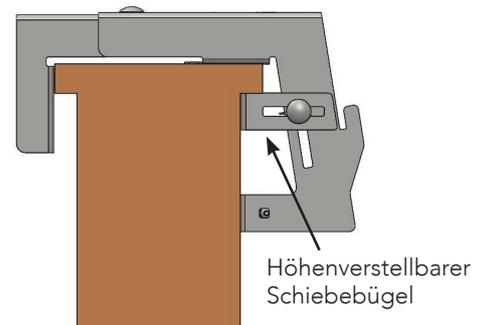

Abb. 8: Montage an Balkon mit Sims
Wenn sie einen Balkon mit Sims haben, kann noch der Schiebebügel (3) befestigt werden, um einen optimalen Halt zu ermöglichen (Abb. 5/Abb. 8). Der Schiebebügel (3) wird auf der Höhe der Halterung für den Knister Grill (10) an den seitlichen Führungsschlitzen platziert (8). Abhängig von der Höhe des Balkonsims, kann der Schiebebügel so verschoben werden, dass er direkt am Geländer anliegt. Nun wird der Schiebebügel auf jeder Seite mit zwei Flügelmuttern (4a) und zwei Schlossschrauben (4b) befestigt (8). Falls